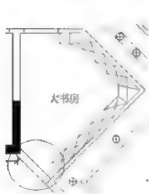

图 8-30
**步骤 5:** 将“QT-墙体”图层设置为当前图层。使用直线工具 $\text{—}$ ，绘制如图 8-30 所示的直线(这两条直线为墙体的横梁，间距为 200)。